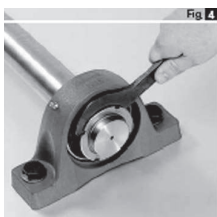

Fig. 4
- 5) Inserire la rosetta e la ghiera, avvitando quest'ultima mediante l'apposita chiave e rispettando le coppie di serraggio indicate nella tabella (fig. 4).
- 5) Insert the locking washer and screw the lock nut on to the adapter sleeve using the proper wrench according to the tightening torque indicated in the table (fig. 4).
- 5) Die Rosette und die Zwinge einsetzen und die letztere mit dem eigens dazu bestimmten Schlüssel und unter Einhaltung der in der Tabelle angegebenen Anzugsmomente anziehen (Abb. 4).
- 5) Insérer la rosette et l'embout, en visant cette dernière à l'aide de sa clé et en respectant les couples de serrage indiqués dans le tableau (fig. 4).
- 5) Colocar la arandela y la tuerca de regulación, enroscando esta última con la llave apropiada y respetando el par de ajuste indicado en la tabla (fig. 4).